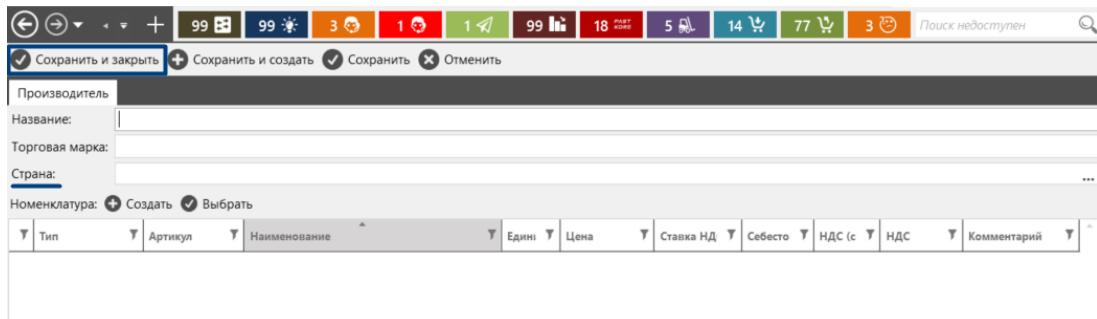

Рис. 13
• активировать команду «Создать» (*Рис. 12.4*). Откроется новый объект Компонента «Производители». В открывшемся окне заполнить предложенные поля (*Рис. 13*). Значение в поле «Страна» нужно выбрать из справочника «Страны».
• выбрать команду «Сохранить и закрыть» (*Рис. 13*). После сохранения новая запись будет доступна в окне Компонента «Производители».